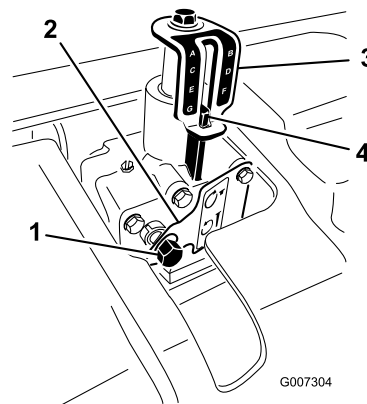

Figure 21
3. Insérez une douille de 9/16" avec rochet sur l'axe d'entrée du dispositif de réglage de profondeur (Figure 21).
5. Tournez le dispositif de réglage de profondeur dans le sens horaire pour réduire la profondeur d'aération et dans le sens antihoraire pour augmenter la profondeur d'aération. (Figure 21).
6. Tournez l'axe d'entrée du dispositif de réglage de profondeur jusqu'à obtention de la profondeur voulue, comme illustré sur l'autocollant indicateur de profondeurs (Figure 21).